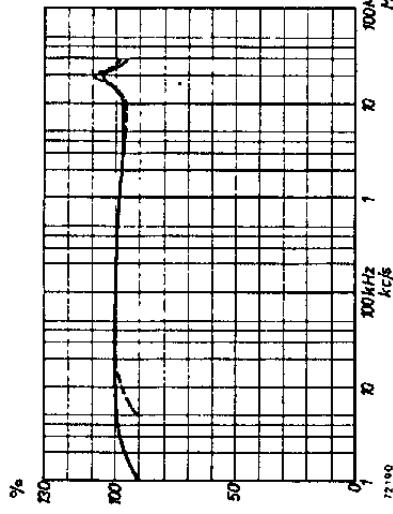

Fig. 1
In fig. 1 is de frequentiekarakteristiek weergegeven bij het gebruik van de directe ingang (stand „3 mV“), frequentiegebied 1 kHz — 30 MHz en bij het gebruik van de verzwakkeringang (stand „30 mV — 1 kV“), frequentiegebied 5 kHz — 30 MHz).
- d. **Frequentiekarakteristiek** — De maximale afwijking ten opzichte van de gemiddelde frequentiekarakteristiek (fig. 1) is bij gebruik van de directe ingang < 4 % en bij gebruik van de verzwakkeringang < 5 %.